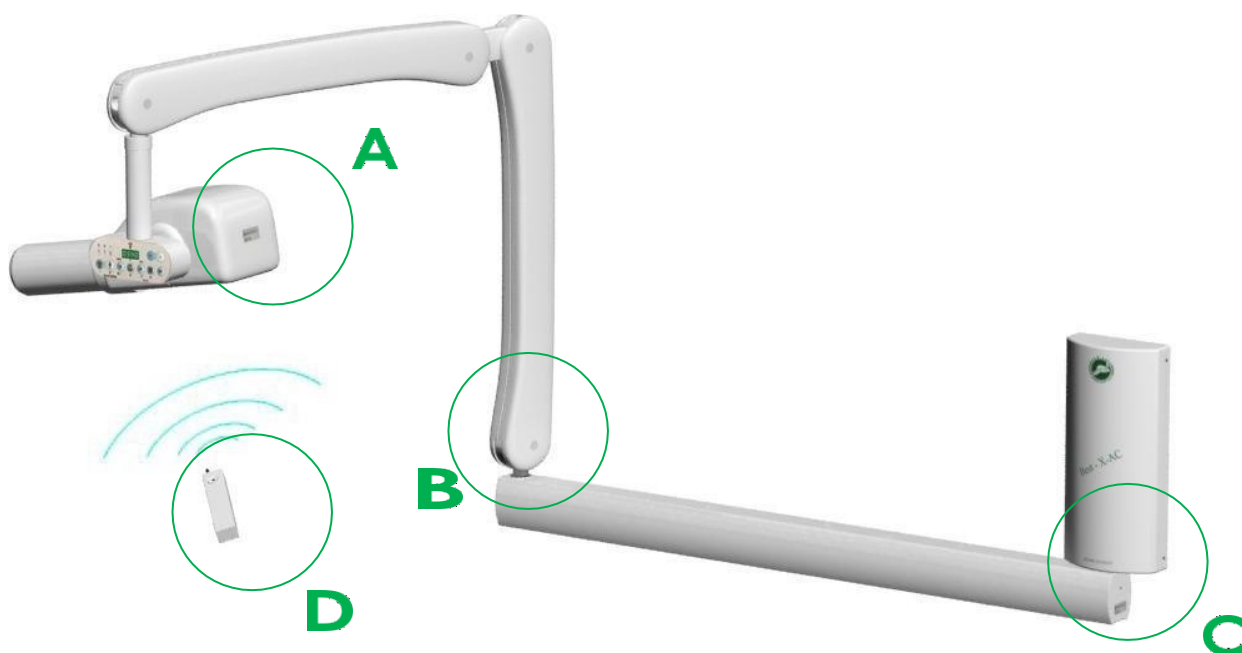

Abb.29
- ✓ Abb. 29 zeigt, wie die Platten auf dem BEST-X-DC positioniert werden.